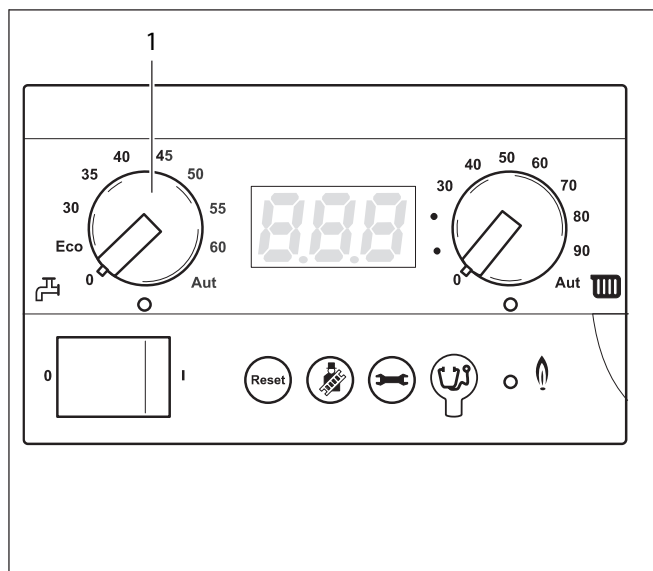

Fig. 18 Regolatore di base BC10
- Con la manopola "Regolazione sanitaria" (fig. 18, **pos. 1**) regolare la temperatura richiesta dell'acqua calda per l'accumulo esterno (vedere tab. 4).